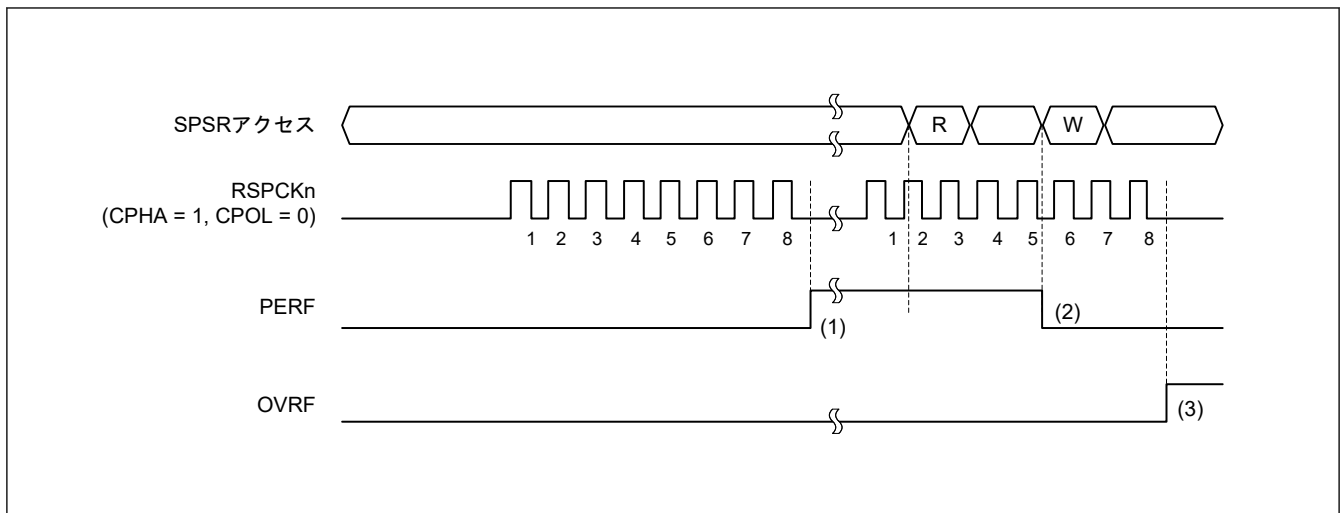

図 29.42 OVRF フラグおよび PERF フラグの動作例
図 29.42 に、OVRF フラグと PERF フラグの動作例を示します。図 29.42 に記載の SPSR アクセスは、SPSR レジスタへのアクセス状況を示しています。W は書き込みサイクル、R は読み出しサイクルを示しています。この例では、SPCR.TXMD ビットが 0、SPCR2.SPPE ビットが 1 の状態で全二重同期式シリアル通信を行います。SPCMDm.CPHA ビットが 1、SPCMDm.CPOL ビットが 0 の設定で、SPI が 8 ビットのシリアル転送を実行しています。RSPCKn 波形の下に記載した数字は、RSPCK サイクル数 (= 転送ビット数) を示しています。
以下に、図 29.42 の (1)~(3) に示したタイミングでのフラグの動作内容を説明します。